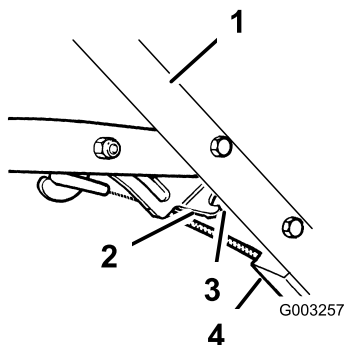

Figure 28
- A. Desserrez l'écrou sur le support du câble (Figure 28).